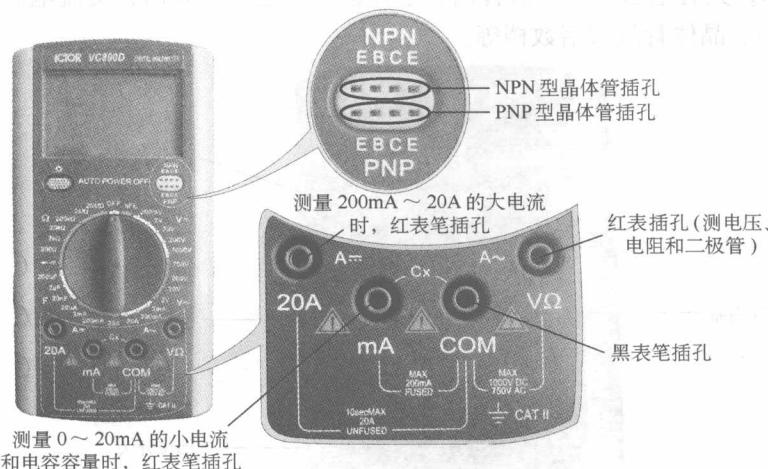

图 1-3 插孔所处位置
(3) 插孔 操作面板上有 5 个插孔，“ $V\Omega$ ”为红表笔插孔，在测量电压、电阻和二极管时使用；“COM”为黑表笔插孔；“mA”为小电流插孔，用于测量 0~200mA 电流时使用；“20A”为大电流插孔，用于测量 200mA~20A 电流时使用；中部右上方有晶体管测试插孔，用于测量晶体管相关参数时使用。插孔在操作面板上所处位置如图 1-3 所示。